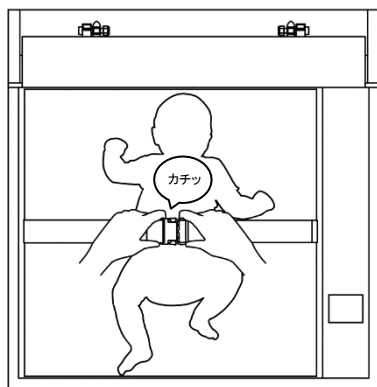

Fig. 3-2
② お子さまをおむつ交換台のマットの上に仰向けで寝かせ、ベルトを装着してください。ベルトの長さが足りない場合はベルトの長さを調整し、「カチッ」と音がするまで差し込んでください。(Fig. 3-2)